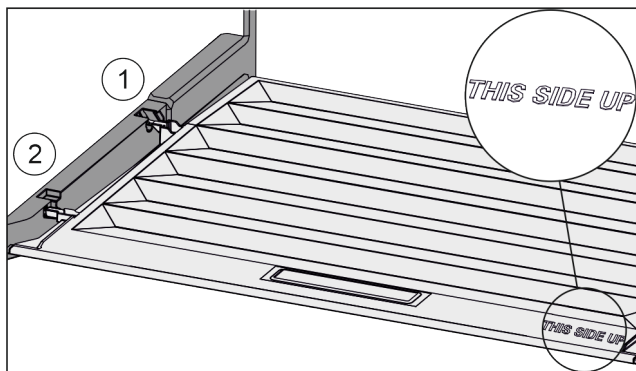

Fig. 103
- ▶ Вставити поперечні ребра через отвір заднього тримача Fig. 103 (1) і зафіксувати спереду у тримачі Fig. 103 (2).